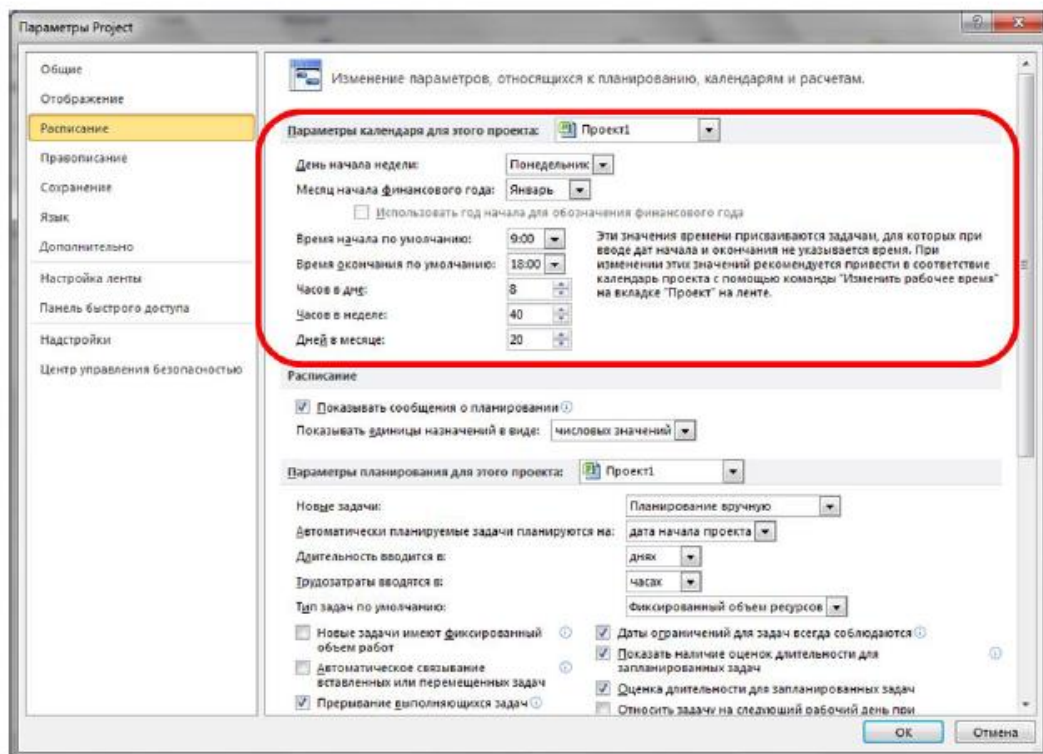

Рис. 2.9. Налаштування вкладки Розклад
2. Вкладка **Розклад**. На цій вкладці у розділі **Параметри календаря** вводимо час початку (9:00) і закінчення (18:00) робочих днів проекту, вказуємо кількість робочих годин у робочому дні, кількість робочих днів у робочому тижні і кількість робочих днів у місяці (рис. 2.9).